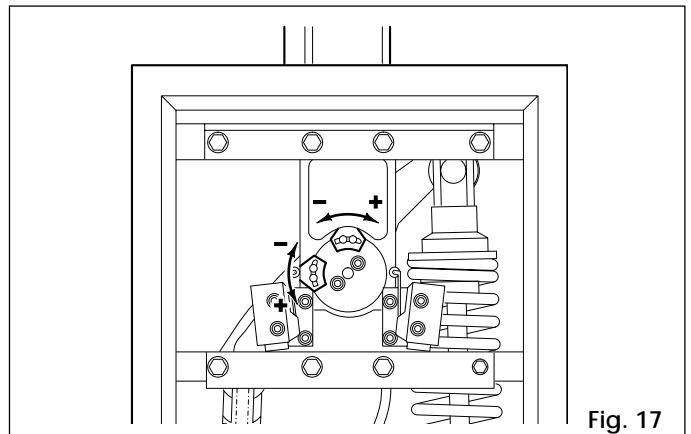

Fig. 17
- 2) Regolare le camme del finecorsa allentando le due brugole come in fig. 17. Per aumentare l'angolo di rallentamento avvicinare la camma al relativo finecorsa. Per diminuire l'angolo di rallentamento allontanare la camma dal relativo finecorsa.